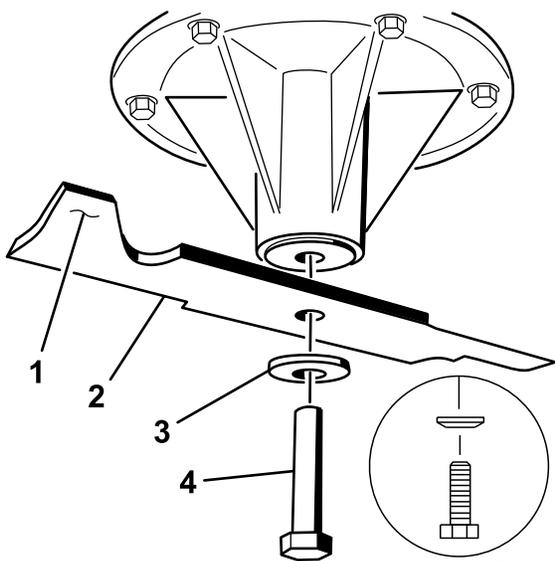

Figura 89
1. Instale la cuchilla en el eje (Figura 89).
2. Instale la arandela de muelle y el perno de la cuchilla. El cono de la arandela de muelle debe estar orientado hacia la cabeza del perno (Figura 89). Apriete el perno de la cuchilla a 115-150 Nm (85 –110 pies-libra).